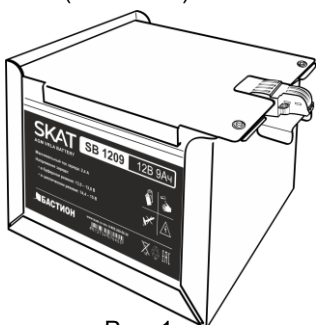

Рис. 1
**Изделие выполнено** в металлическом корпусе с креплением на DIN-рейку и быстрозажимной клеммной колодкой для присоединения кабеля резервного питания ИБП (см. Рис. 1).